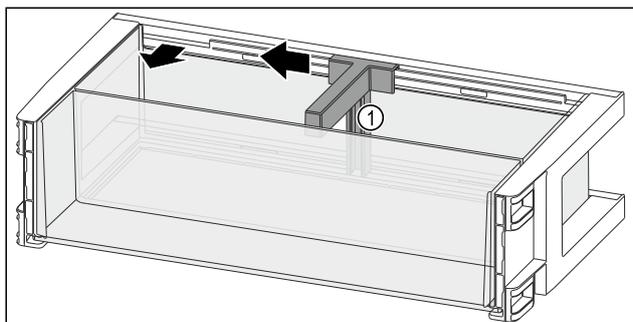

Fig. 108
- Pousser le porte-bouteilles Fig. 108 (1) sur le côté jusqu'à l'évidement.
- Retirer le porte-bouteilles Fig. 108 (1).